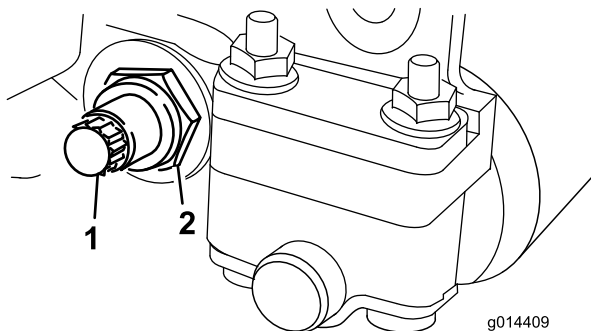
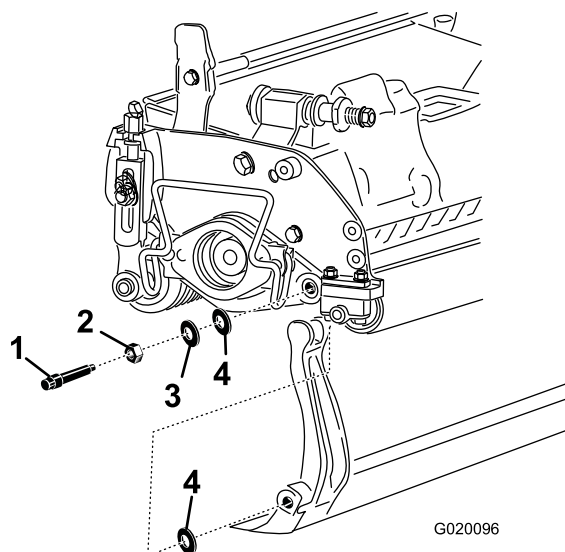

Figura 14
Figura 15
3. Desaperte a porca de bloqueio que segura a cavilha da barra de apoio, em cada um dos lados da máquina (Figura 14).
4. Remova cada uma das cavilhas da barra de apoio, de modo a permitir puxá-la e retirá-la da máquina (Figura 14). Guarde as duas anilhas de nylon e a anilha de aço prensado de cada uma das extremidades da barra de apoio (Figura 15).
2. Fixe a barra de apoio a cada um dos lados da placa lateral com duas cavilhas de lâmina de corte (porcas flangeadas nas cavilhas) e com as 6 anilhas. Coloque uma anilha de nylon de cada lado da placa lateral. Coloque uma anilha de aço no exterior de cada uma das anilhas de nylon (Figura 15).
4. Aperte as porcas de bloqueio de forma igual em cada lado até que não consiga rodar as anilhas de aço à mão (Figura 15).